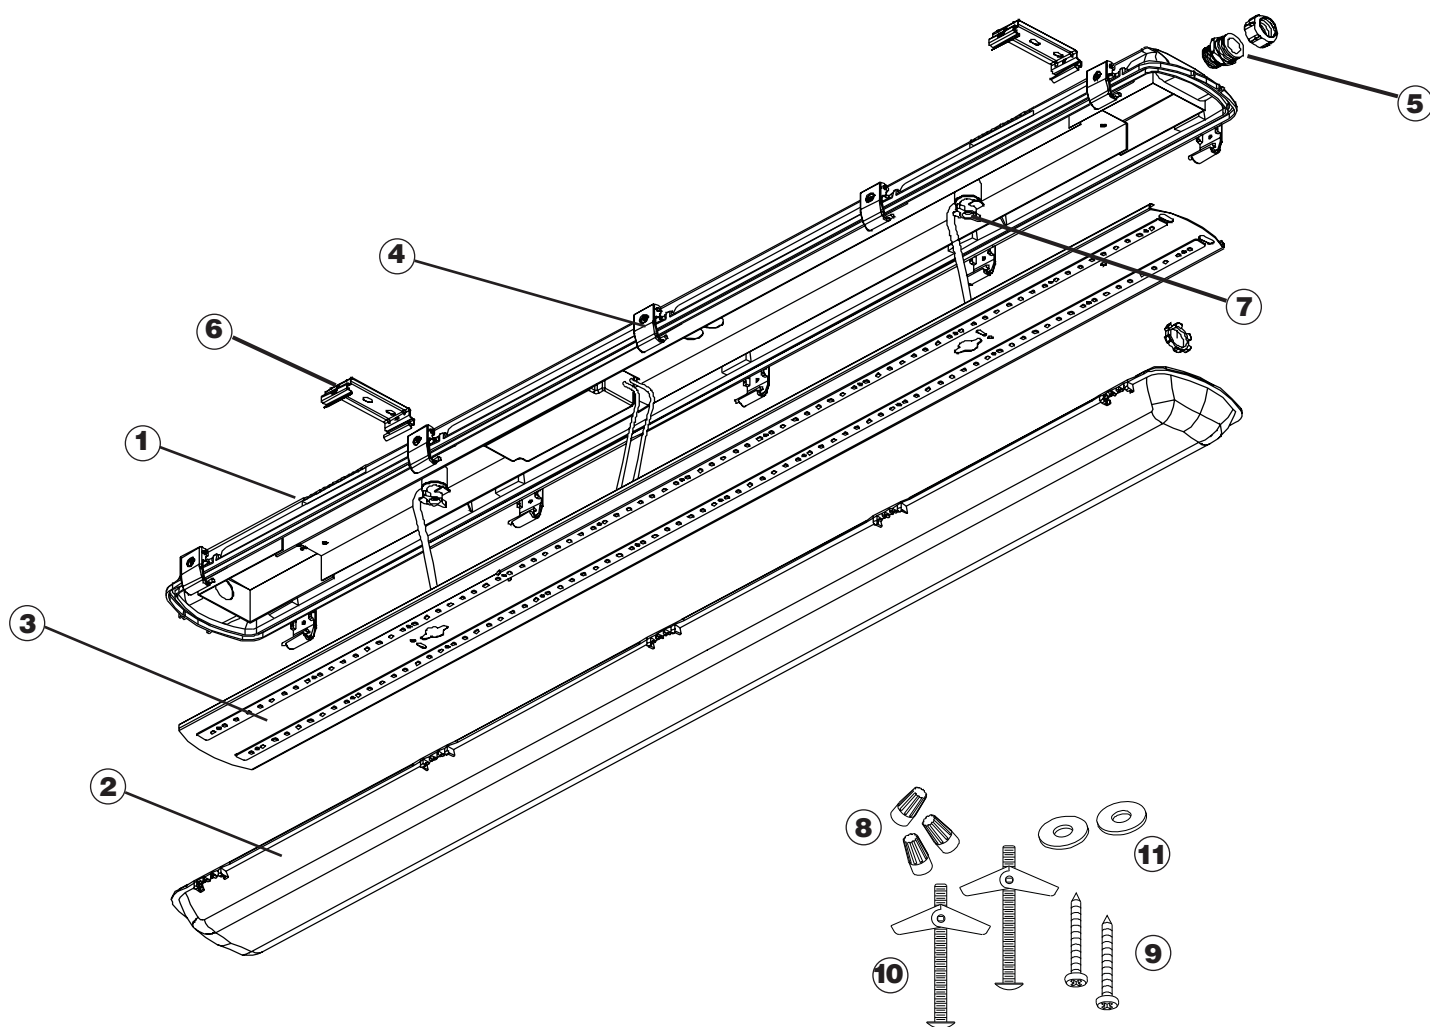

Fig. 1
1. Unlatch Diffuser (2) and open. Note: two latches on one side remain captive to Diffuser.
2. Open Wireway cover (3) by rotating Cover Latches (7). Remove fixture components and parts pack(s). Check that all parts are included.- **See Fig.1 on page 3**
1. Détacher le diffuseur (2) et ouvrir. Remarque : deux loquets d'un côté demeurent attachés au diffuseur.
2. Ouvrir le couvercle de la goulotte guide-fils (3) en tournant les loquets du couvercle (7) Retirer l'emballage des composants et des pièces du luminaire. Vérifier que toutes les pièces sont comprises - Voir Fig.1 sur page 3